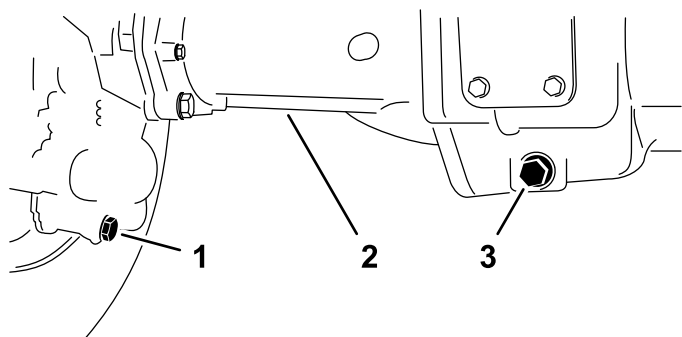

Рисунок 144
2. Очистите область вокруг 3 пробок сливных отверстий (Рисунок 144) – по одной в каждом картере главной передачи (снаружи
3. Снимите все пробки сливных отверстий (Рисунок 144) и дайте маслу стечь в сливной поддон.